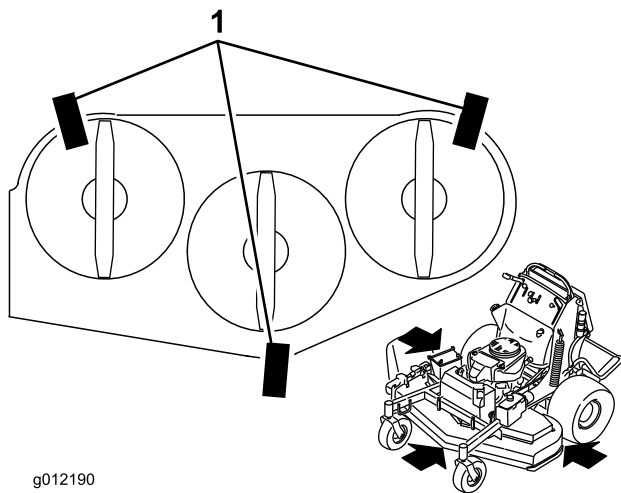

Bild 86
1. Legen Sie 3 Holzstücke (2x4) unter das Mähwerk, siehe Bild 86. Stellen Sie die 2x4-Holzstücke auf die 4-Zoll-Seite.